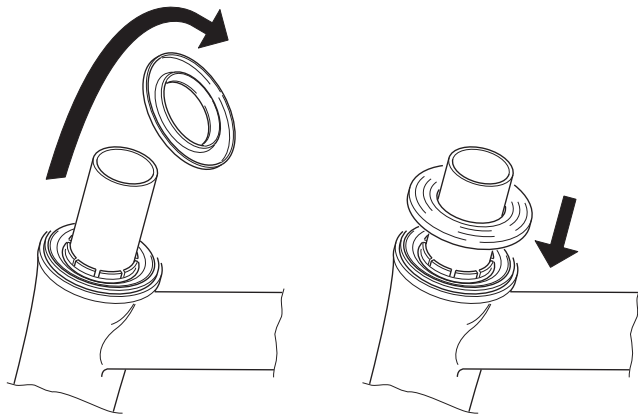

Fig. 8
GB • After having installed the upper cone race (K), remove the cone cover, turn it right side up and place it over upper headset cup as illustrated on figure 8.
D • Nachdem der obere Konus in die richtige Stellung gebracht wurde, den Konusdeckel abnehmen, ihn umdrehen und wie in Abb. 8 dargestellt in seiner normalen Arbeitsposition montieren.
F • Une fois que le cône supérieur est en place, enlever son couvercle et le remonter sur le pivot de la fourche dans sa position de fonctionnement normale, comme le montre la figure 8.
NL • Na de bovenste cup gemonteerd te hebben, verwijdt u de kogellager cover, draai hem om en plaats hem over de bovenste balhoofdcup, zoals afgebeeld is in fig. 8.